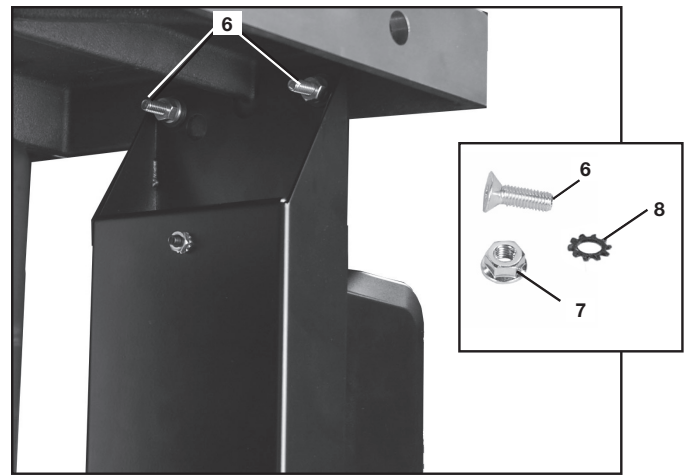

FIG. 8
1. Inserte dos tornillos de casquete con cabeza hueca plana y hexagonal 5/16-18 x 1 pulg. (6), Fig. 8, en los orificios del frente de la base y los orificios de montaje de la base.
2. Ponga dos arandelas externas de dientes de 5/16 (8) Fig. 8 en los tornillos y asegure los tornillos por debajo de la base de extensión con dos tuercas de brida de 5/16-18 (7).